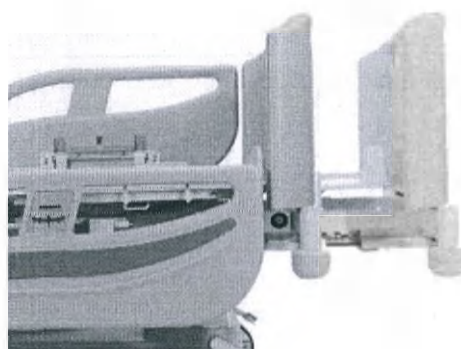

Рисунок 20 – Выдвижение удлинителя кровати
3. Потяните за изножье, чтобы выдвинуть удлинитель кровати (Рисунок 20).